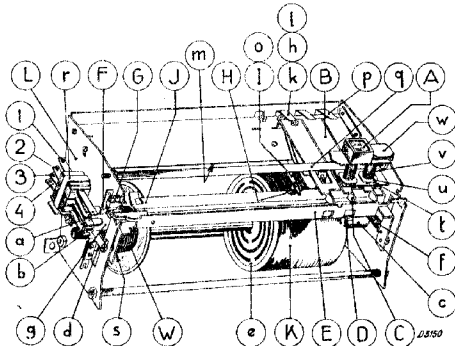

Fig. 11
Bij indrukken van knop A (fig. 11) wordt de stugge toets B neergedrukt en gearreieerd, doordat de afgeronde neus C in het vierkante gat D van beugel E valt. Deze beugel wordt door C eerst vooruit gedrukt en valt dan weer terug over C heen; hierdoor wordt de veer van de voor-silentschakelaar F gelegenheid gegeven contact te maken met nok G, gedurende de neergaande beweging van de drukknop. Bij uitwisseling van deze veer F moet deze zóó ingesteld worden, dat het schakelverloop is als boven beschreven.
Komt arreterpennetje H (fig. 11) in een gaatje in de kieschijf dan staat deze schijf vast. Deze kieschijven zijn door een drukkoppeling (veer W) direct gekoppeld met de hoofdas, dus met de condensator. Omdat de drukkoppeling door S eerder slijpt, dan die door W gaat tandwiel Q slippende loopen, totdat de motor, die intusschen door het dieper zakken van H afgeschakeld is, tot stilstand is gekomen.
2. Het kapje over de veergroep r (fig. 11) afnemen (1 boutje).
Opmerking: Bij de toetsen 1 en 10 is het mogelijk het stripje in de stugge toets B (zie fig. 11) bij te stellen door verbuigen.